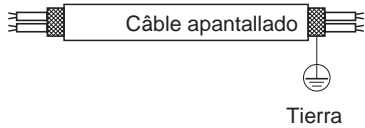

Fig. 6-3
- Utilice cables apantallados para la conexión del mando a distancia y conecte la pantalla a tierra por los dos extremos. (Fig. 6-3) En caso contrario, los parásitos podrían impedir el correcto funcionamiento del aparato.